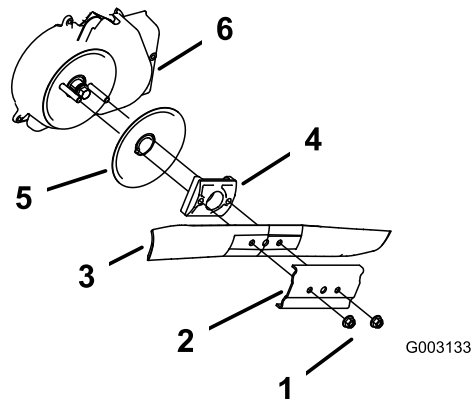

Figure 36
3. Retirez les 2 écrous de la lame et le renfort (Figure 36).
4. Déposez la lame (Figure 36).
5. Déposez le dispositif d'entraînement de la lame et le disque (Figure 36).
6. Déposez la protection du débrayage du frein de lame (Figure 36).
10. Reposez la lame et le renfort déposés précédemment (Figure 36).